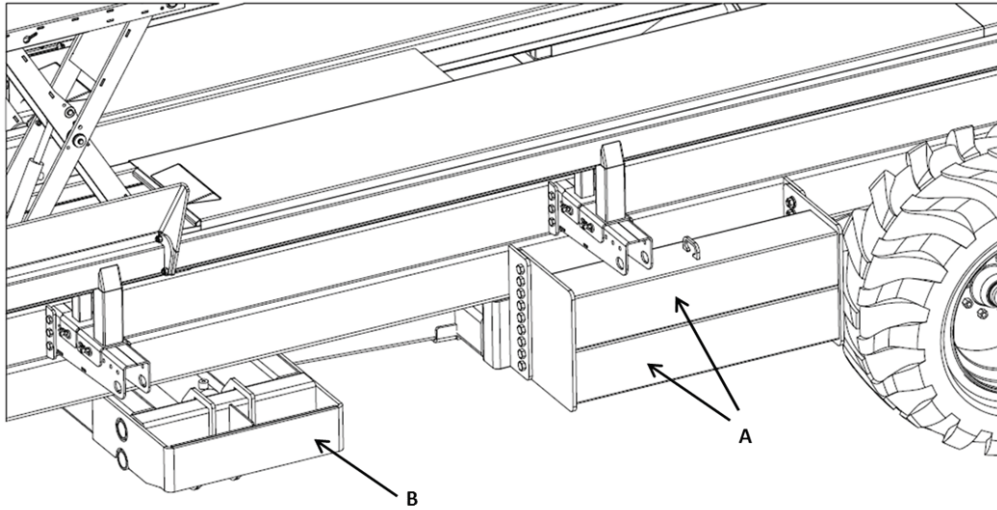

Figure 19 – Contrepoids
Comme le montre la Figure 19 – Contrepoids, la remorque auto-chargeuse est dotée de contrepoids (A) sur le côté opposé au bras de chargement. Ces contrepoids servent à contrebalancer le poids des balles. Un support (B) est également prévu pour ajouter des contrepoids supplémentaires, si nécessaire. Ce support peut accueillir plusieurs des modèles de contrepoids généralement utilisés sur les tracteurs. Ces contrepoids ne sont pas inclus avec la remorque.